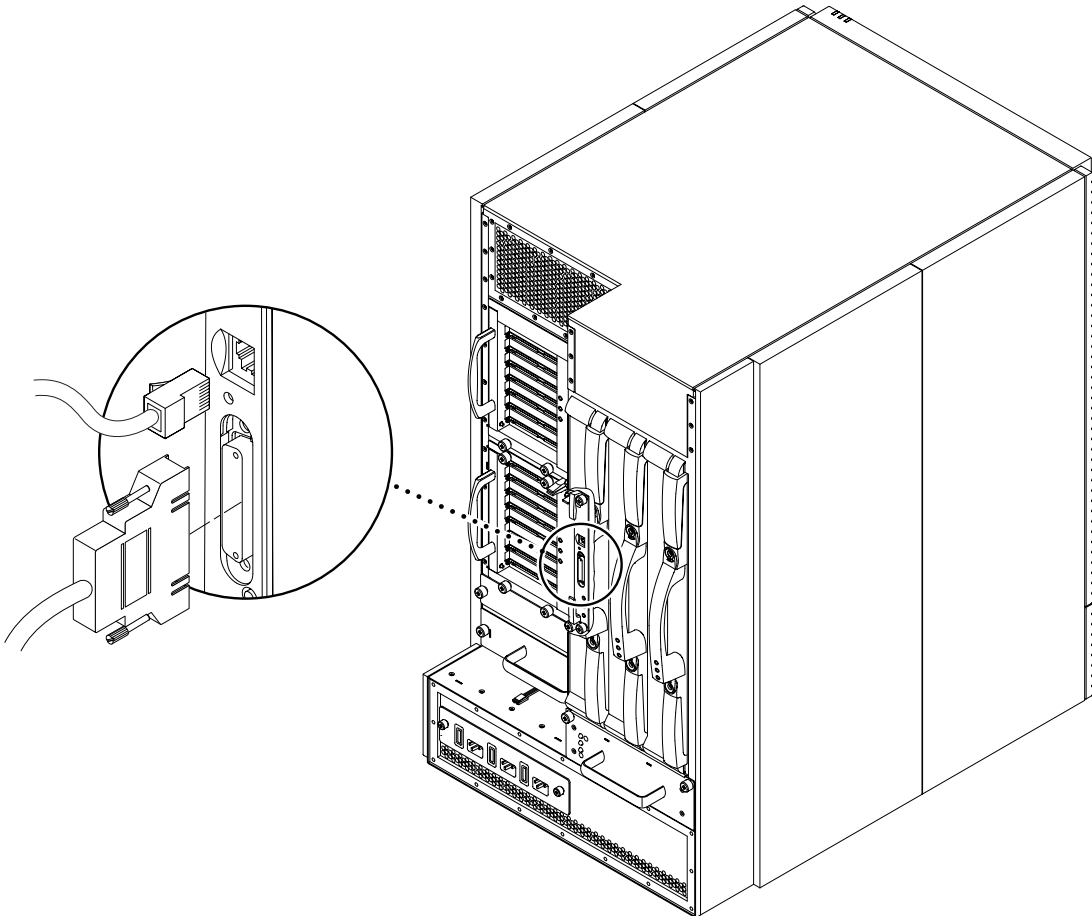

图 4-2 Sun Fire 4800 系统上的主系统控制器连接
1. 将串行缆线的一端（TTYa 或空调制解调器）连接到主系统控制器板上的串行端口（图 4-2）。
1. 将 5 类以太网屏蔽缆线的一端连接到主系统控制器板上的 RJ-45 以太网端口（图 4-2）。